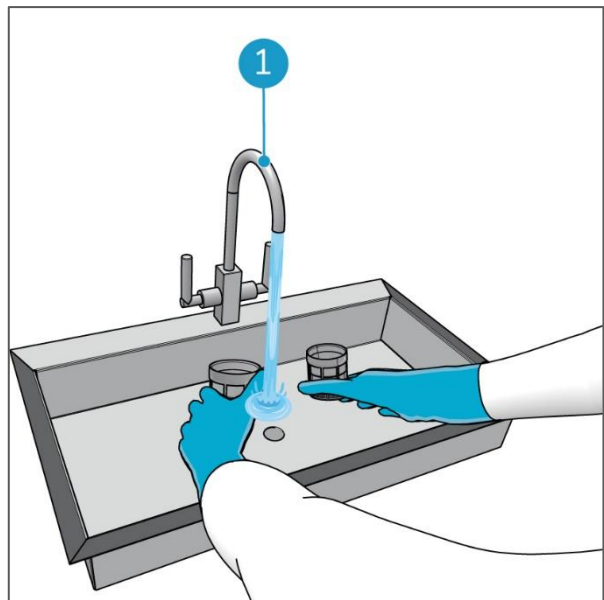

Figura 68
5. Pulire il filtro dell'acqua con acqua di rubinetto dall'interno verso l'esterno. Pulire il coperchio con acqua di rubinetto. Pulire entrambi in un lavandino (Figura 68, pos 1).